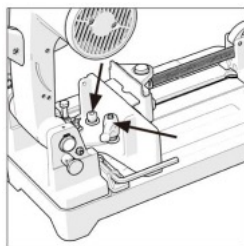

Fig. 8
- Løsne M10 hodeskruene og låseskruene til spaken (fig. 8)